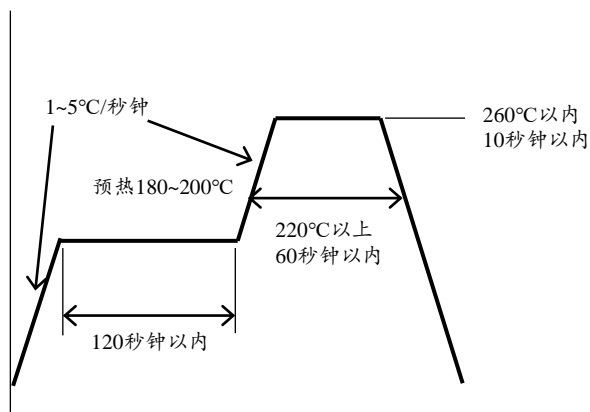

图9. 回流焊条件 (日亚推荐)
- 2) 关于回流焊温度曲线，应该在参考图9的基础上，根据使用的焊料进行设定。